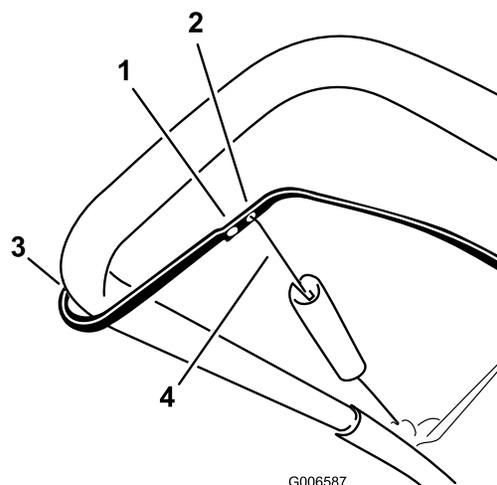

Figure 26
**Remarque:** La courroie d'entraînement s'use et se détend avec le temps. Si la courroie glisse (grincements continus) quand elle est soumise à une lourde charge, décrochez le ressort de la biellette de réglage et placez l'extrémité supérieure du ressort dans le trou le plus éloigné du point de pivot dans la barre de commande (Figure 26). Accrochez ensuite le ressort à la biellette de réglage et ajustez le câble de commande.